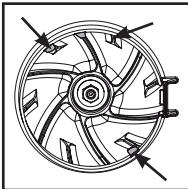

Fig. 05
- 2.** Enquanto mantém a porta do motor aberta, alinhe as três (3) ranhuras do tubo superior do aspirador com as três (3) abas da trava da entrada do motor (Fig. 05).